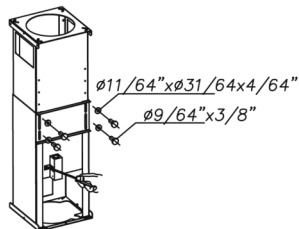

Fig. 3
- Regular la longitud de la estructura telescópica y fijar las dos piezas con 8 tornillos y arandelas. Tener en cuenta que la distancia mínima desde el plano de trabajo a la base de la campana no debe ser inferior a 22" (Fig. 3).
- Extienda tres cables, dos de alimentación y uno de tierra, desde la caja de empalmes de la campana hasta una caja de empalmes próxima al lugar de instalación. Ver Fig. 3